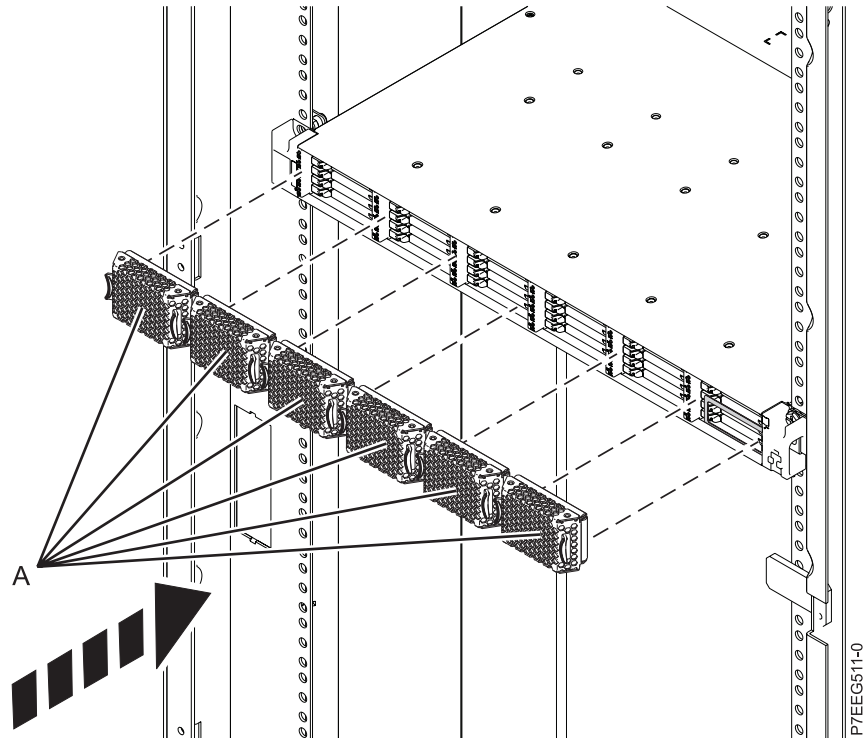

Figure 17. Installation des panneaux EMC SSD
- g. Installez les six panneaux EMC SSD (A) de façon à couvrir les emplacements qui contiennent les unités SSD, comme illustré à la figure 17, à la page 15.